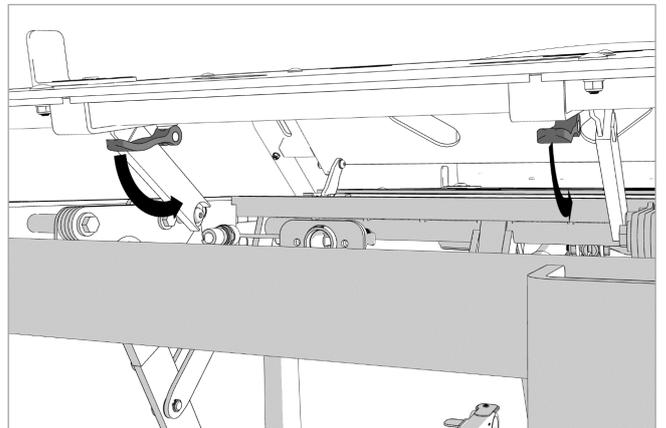
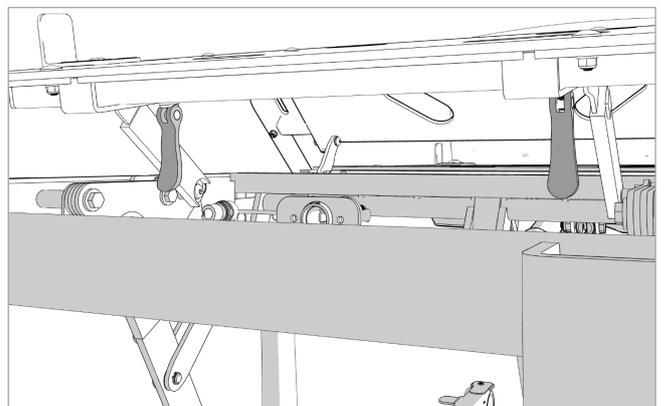

Figure 11.9
Figure 11.10
4. Tournez les leviers de verrouillage de la plate-forme du repose-jambes vers le sol pour déverrouiller le réglage de la longueur de la plate-forme du repose-jambes, comme indiqué sur la Figure 11.9 et Figure 11.10.